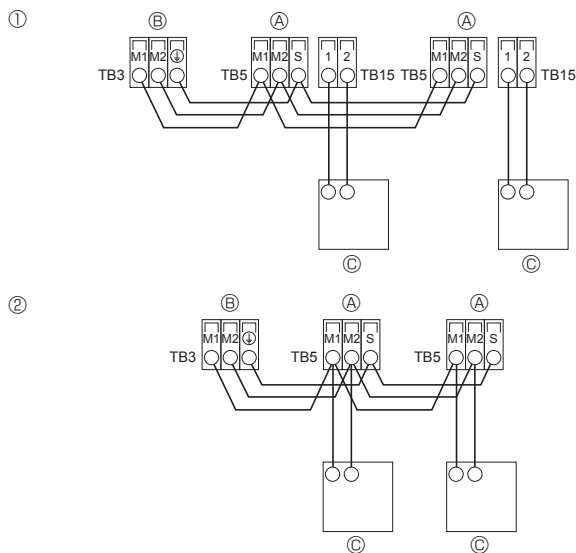

Abb. 4-3
4.4. Anschluß der Fernbedienungs-, Innen- und Außenübertragungskabel (Abb. 4-3)